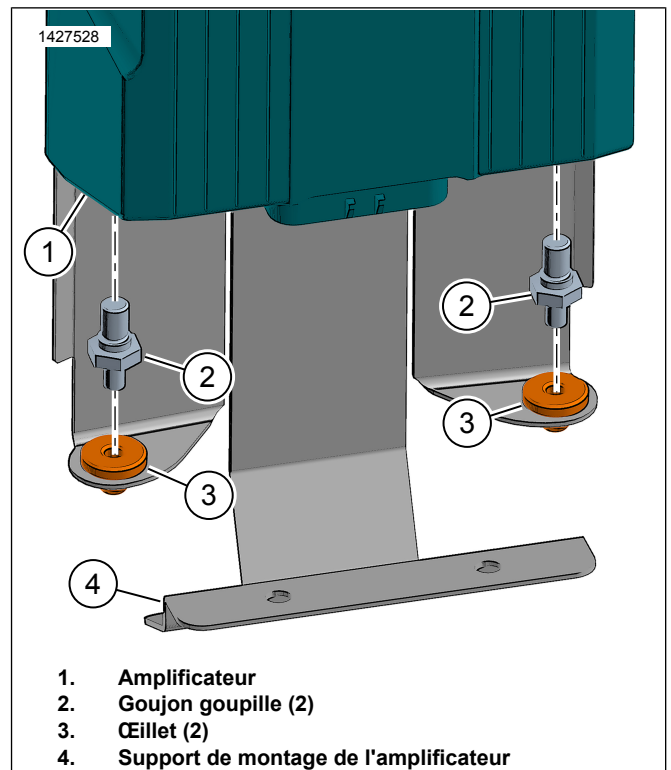

Figure 5. Goujon de l'amplificateur
4. Voir la figure 5. Installer l'œillet (3) dans le support de montage de l'amplificateur (4).
5. Installer la goupille de fixation (2) dans l'amplificateur (1). Serrer.